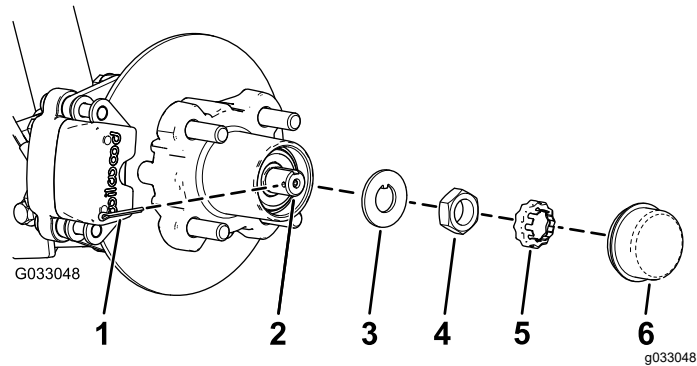
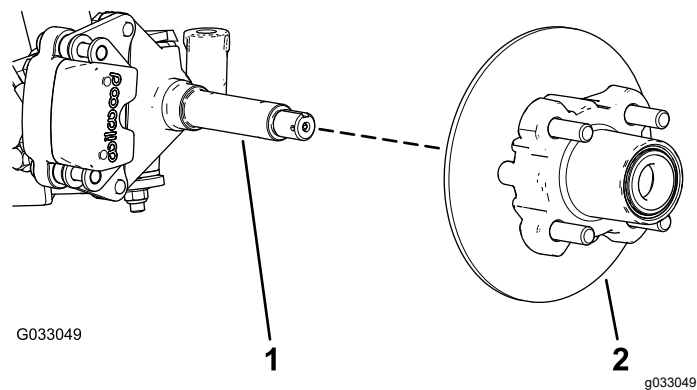

図 31
図 32
4. ハブからダストキャップを取る 図 31。
5. スピンドルとスピンドルナットから、コッターピンとナットリテーナを外す 図 31。
6. スピンドルからスピンドルナットを外し、スピンドルからハブローラアセンブリを取り出す 図 31と 図 32。